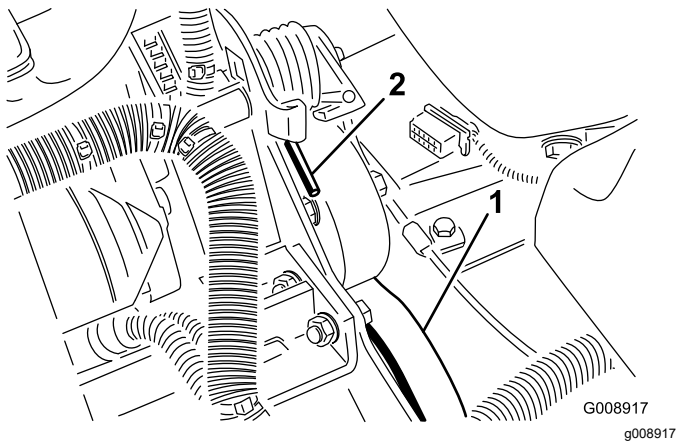

图 76
2. 上下按动弹簧的端部 (图 76) 将其从支架上解开释放弹簧上的张力。